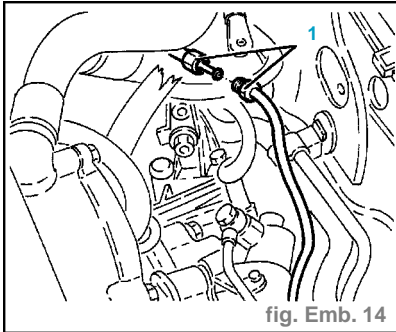

fig. Emb. 14
- Débrancher la jonction (1) du tuyau du maître-cylindre à l'amortisseur de pulsations (fig. Emb. 14).